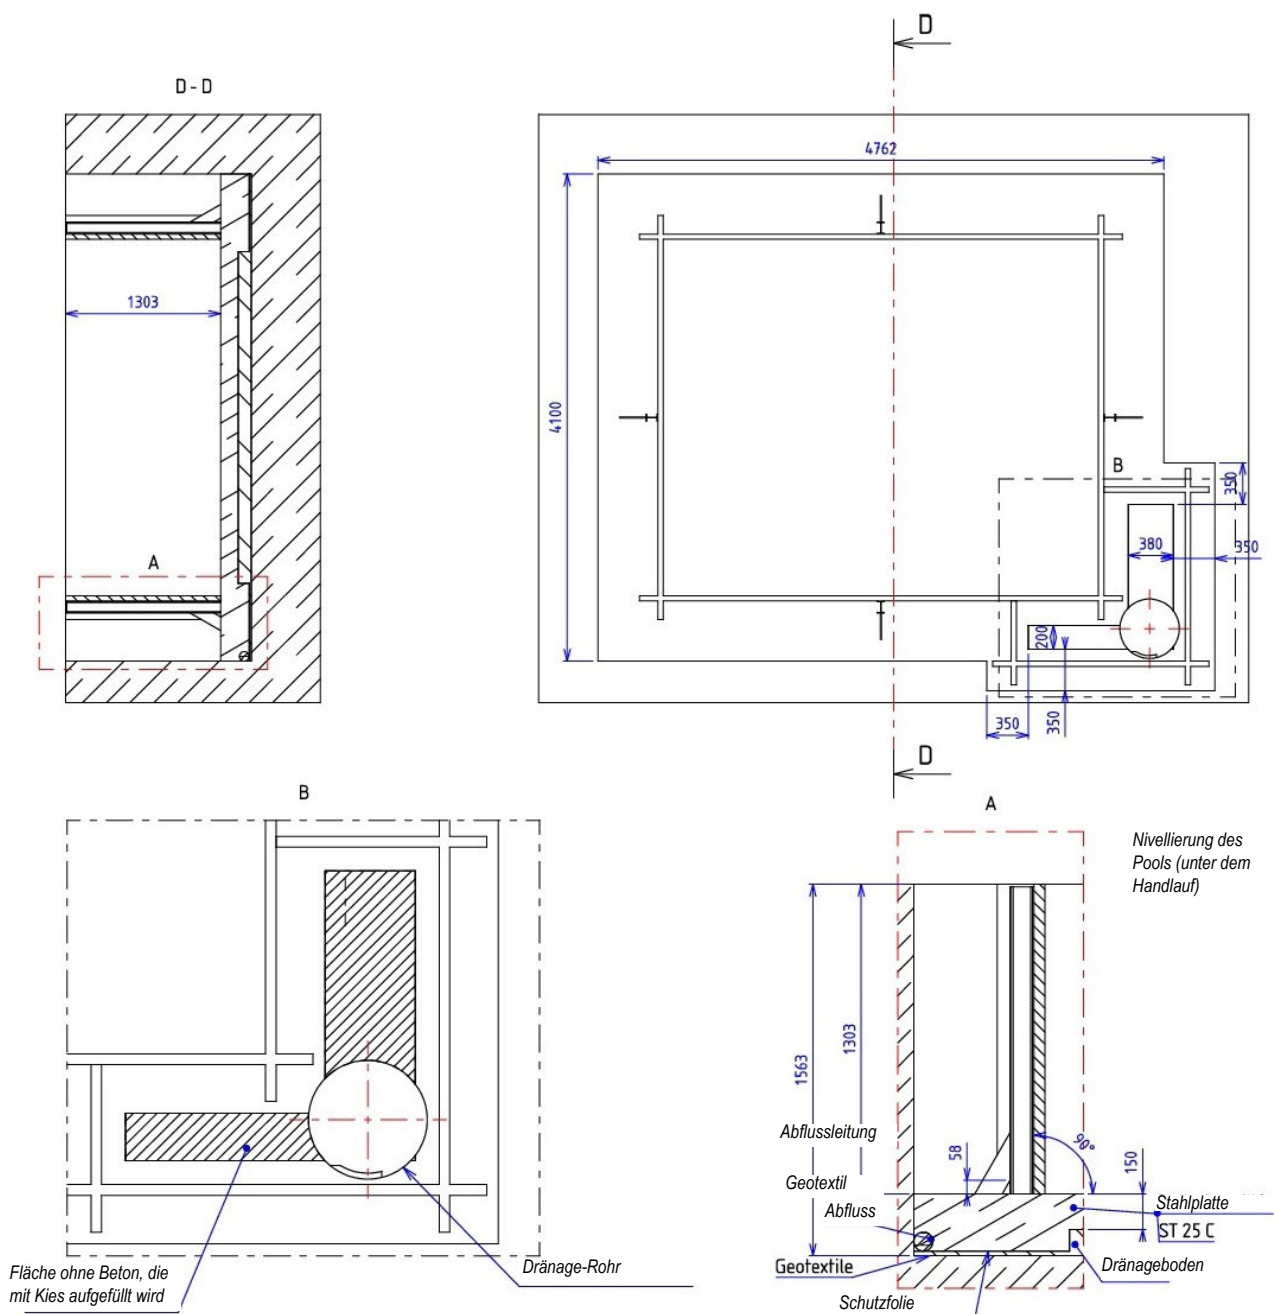

Abbildung 5 – Merkmale der Betonplatte
**TIPP:** Sie können die Streben verwenden, um die Höhe der fertigen Betonplatte zu materialisieren. Zur Nivellierung des Pools 0 als Niveau nehmen, (unter den Holzteilen des Handlaufs, siehe *Abbildung 5.*), 1,303 m abmessen und an dieser Kante des Strebens einen Strich ziehen. Dieser Strich wird der endliche Wert der Betonplatte sein.
Die Eigenschaften der Betonplatte werden in *Abbildung 5* angegeben. Die Abmessungen der Betonplatte sind derart, dass die Holzleiter, die sich außen am Becken befindet, nicht auf der Betonplatte steht. Wir empfehlen Ihnen jedoch, falls möglich, diese auf einen festen Untergrund zu stellen (z.B. Betonplatte oder -ständer).
Wenn Sie die Betonplatte auf den Grabenboden gießen, stellen Sie sicher, dass der obere Teil der Bewehrung ganz in Beton gegossen wird: die Betonschicht über der Bewehrung muss mindestens 3 cm betragen. Schauen Sie auf Abbildung 5 um die Tiefe der zu gießenden Betonplatte zu bestimmen: sie muss eine Dicke von 150 mm aufweisen und so sein, dass die Höhe zwischen der Plattenoberfläche und dem oberen Ende der Baugrube 1303 mm beträgt, wenn Sie den Pool einlassen möchten.